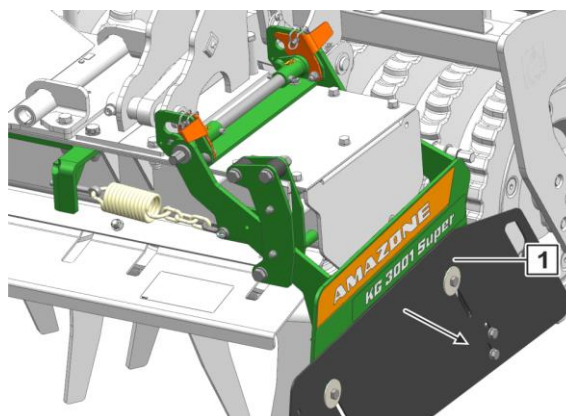

Fig. 145
- Sideplaten (Fig. 145/1) er festet i den ytre posisjonen.